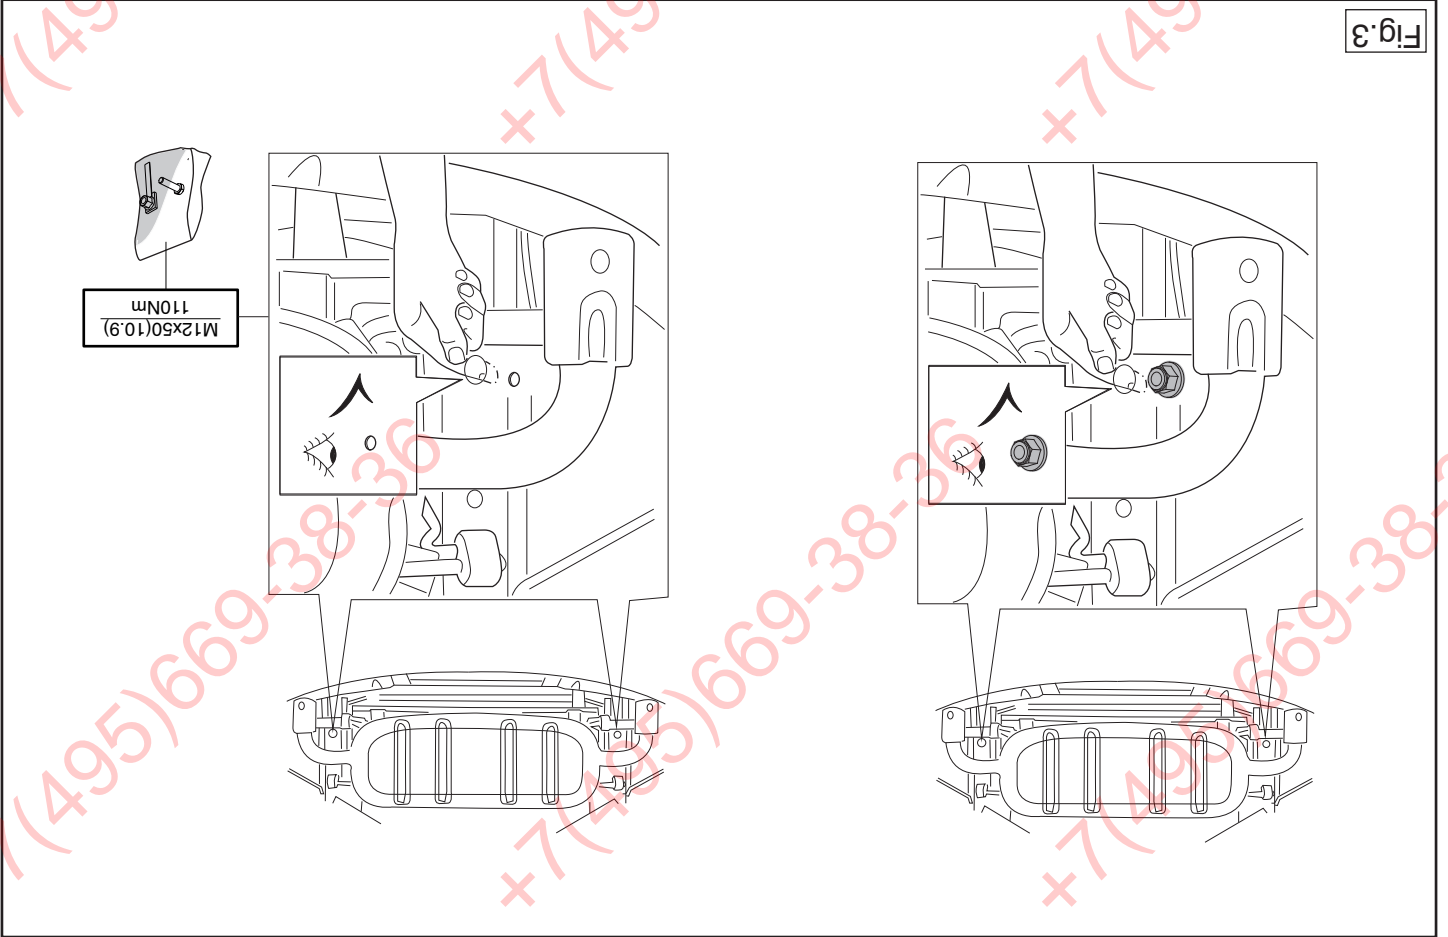

Fig.3
- 3a. **Please note. If necessary:** At points X fit the (bolts) and (nuts). See figure 3
- 3a. **Hinweis (soweit erforderlich):** Bei den Punkten E die (Schrauben) einschließlich (Muttern) montieren. Siehe Abbildung 3.
3.a **Attention, si nécessaire:** Monter les (boulons) Y (compris) les rondels de blocage à l'emplacement des points X. Voir la figure 3.